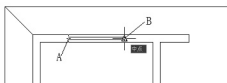

图 2.83 用【多线】命令绘制左上角的窗
(4) 将视图调整至如图 2.83 所示的状态。
(3) 在指定起点或 [对正 (J)/ 比例 (S)/ 样式 (ST)]：提示下，捕捉 A 点。
(4) 在指定下一点或 [闭合 (C)/ 放弃 (U)]：提示下，捕捉 B 点。A、B 点分别为窗洞口左右 240mm 墙厚的中点，如图 2.83 所示。
(5) 按 Enter 键结束命令，这样就绘制出了 1 窗。